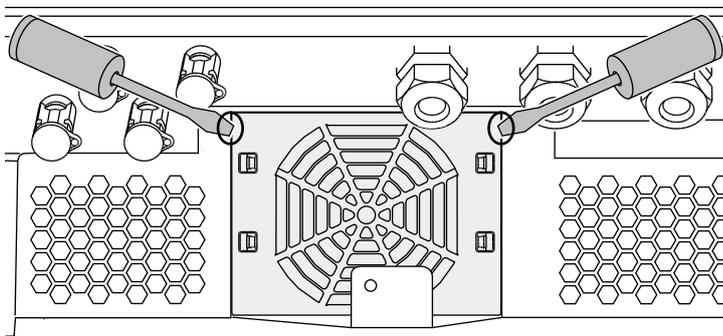

Fig. 57: Solte a grelha do ventilador
2. Desmonte o ventilador. Para tal, coloque uma chave de fendas na borda da grelha do ventilador e pressione levemente a grelha. ➤ **Fig. 57**